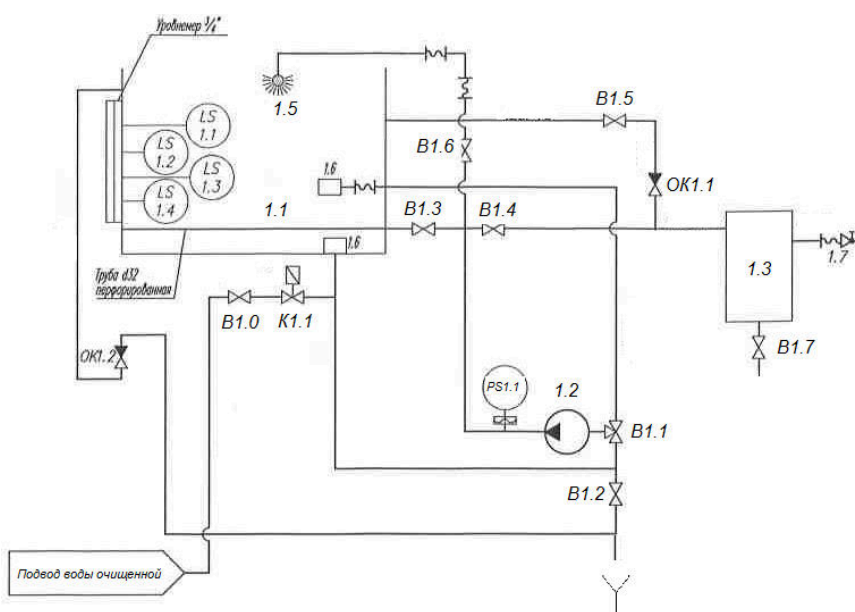

Рис. 3-1. Схематическое* изображение устройства «Диамикс-МФ».
Устройство «ДИАМИКС-МФ» спроектировано на периодическую сменную работу. Основная задача устройства — растворение сухих химических компонентов или гранулята в воде до требуемой концентрации в растворе. Эффективное растворение солей производится в емкости смешения за счет перемешивания и закручивания воды с помощью направленных струй из сопел в трубе, смонтированной над дном емкости. Раствор нагнетается в эту трубу из плавающего заборника насосом, который прокачивает жидкость по замкнутому контуру: емкость – насос – емкость (см. Рис. 3-1).
В каждом режиме работы системы шаровые краны **B1.1-B1.6** занимают определенные положения, при которых поток жидкости направляется по одному из путей (см. Таблицу 3-1 и Рис. 3-1).
*Схема Вашей Установки может отличаться от представленной на рис. 3-1.